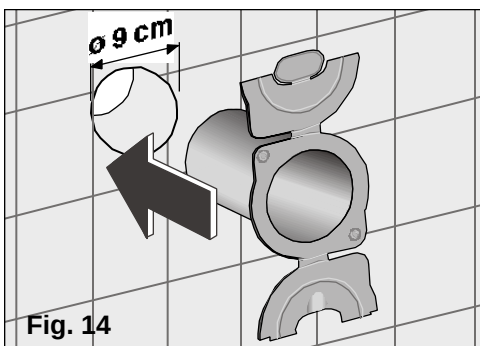

Fig. 14
- ☐ Faire un trou de 9 cm de diamètre dans le mur où seront placés les accessoires de Traversée de Murs, **Fig. 14**.